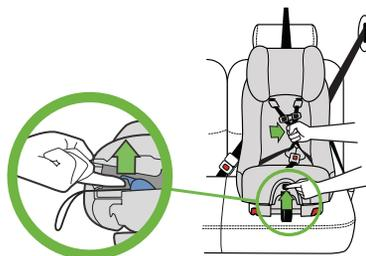

Figura 113
- Levante la lengüeta de ajuste del arnés y al mismo tiempo tire hacia fuera de las correas del arnés de los hombros, como se muestra en la **figura 113**.